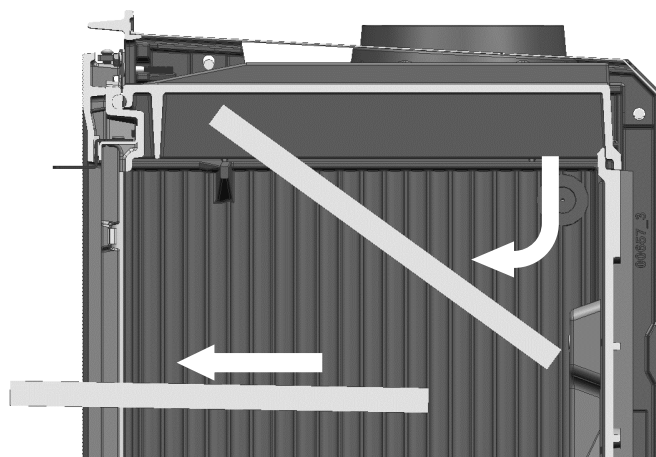

Fig.2
2. Mova o defletor para baixo, deixando a peça livre (Fig.2).